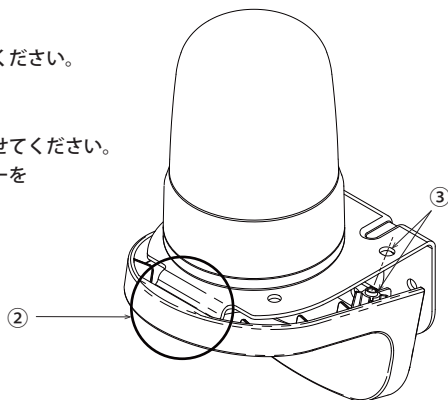

図1
- ① 壁面取付ブラケットカバーに貼り付けられた付属品を取り外してください。
- ② 壁面取付ブラケットに壁面取付ブラケットカバーを図1のように差し込んでください。
- ③ 壁面取付ブラケットと壁面取付ブラケットカバーの取付穴を合わせてください。
- ④ 壁面取付ブラケットカバー付属のねじで壁面取付ブラケットカバーを固定してください。